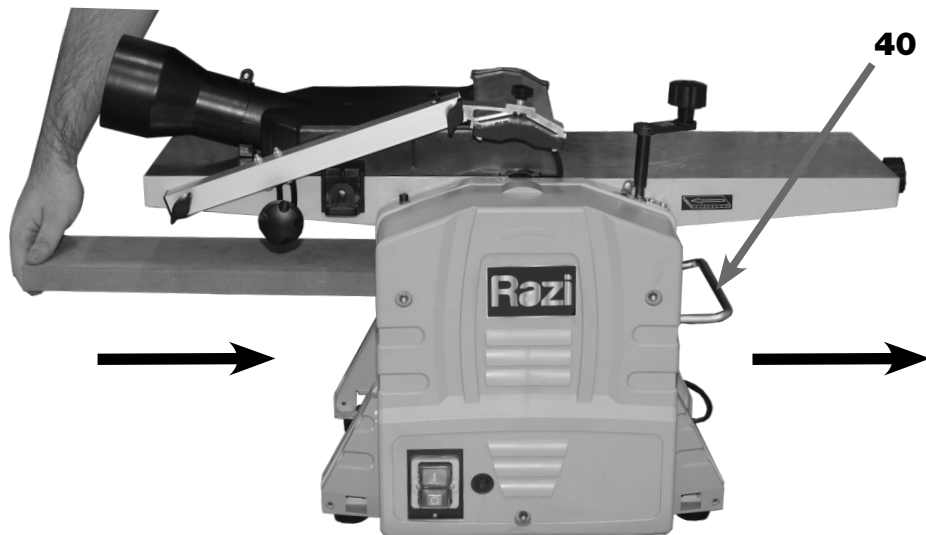

FIGURA 35 – Operação do Desengrosso
6. ABRIR a Extensão da Mesa (40) (figura 35);